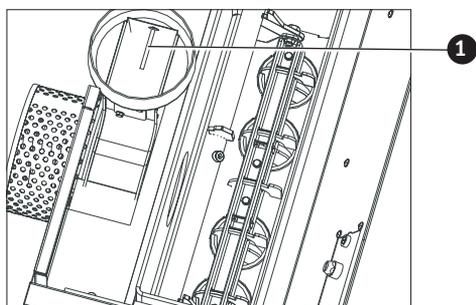

Fig. 36 Nettoyer les surfaces d'échange supérieures
- ▶ Nettoyer la sonde de fumées (Fig. 36) à l'aide d'un chiffon doux.
- ▶ Nettoyer complètement les parties supérieures de la surface d'échange – Fig. 36.